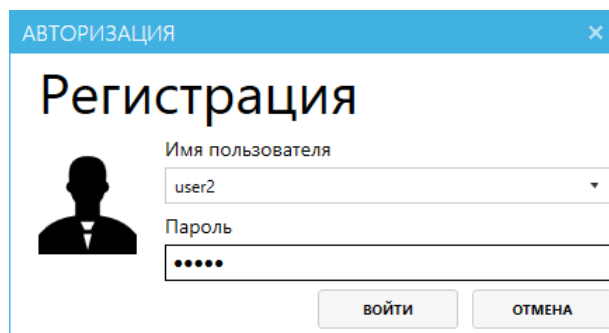

Рисунок 8 — Авторизация пользователя
- вызвать окно «Авторизация» (см. рисунок 8), нажав на кнопку  <имя учетной записи> в строке меню главного окна;